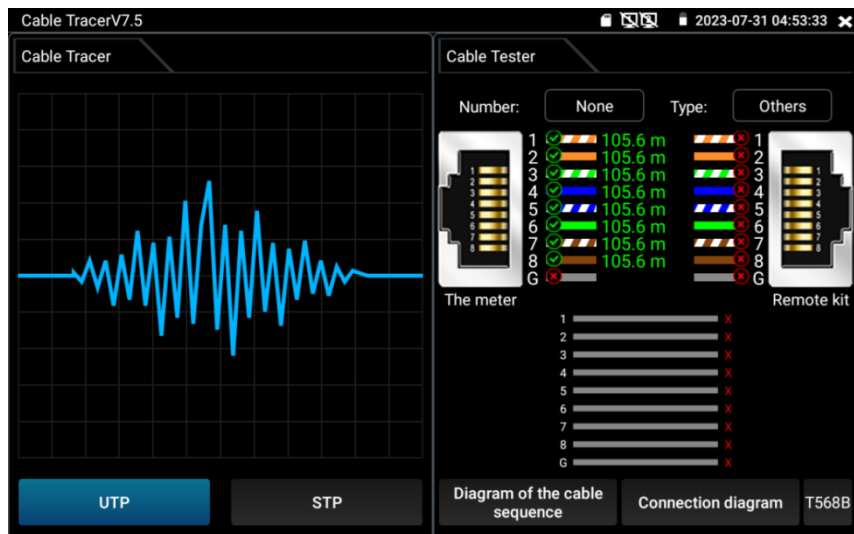

Рис. 144 Работа приложения без ответной части (щупа)
- 4) Приложение способно оценить длину каждого проводника в кабеле витой пары. Для этого подключите кабель в разъем UTP/SCAN на нижней панели тестера. К обратной стороне кабеля не подключайте ничего (рис. 144)